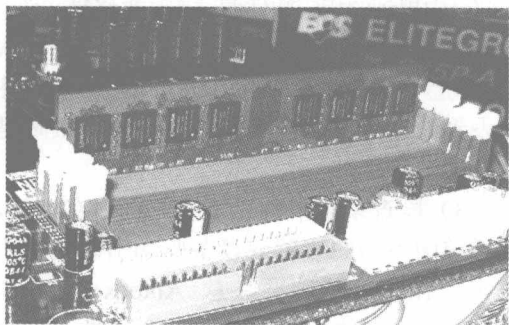

图 1-5 主板上安装的单条内存
5) 硬件方面,应从内存开始考虑,如图 1-5 所示。使用内存检测程序可判断内存部分是否有故障。内存安装的位置,应从第一个内存槽开始安装,对于安装的多条内存应检查内存规格是否一致、兼容等。